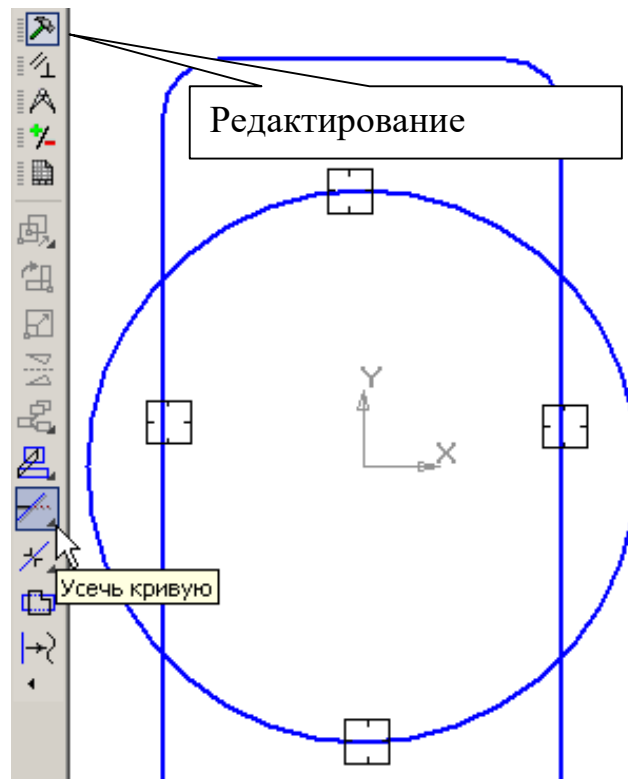

Рис. 5
3. Самостоятельно постройте окружность: основной линией без осей, с центром в начале координат, радиусом 80 мм, рис. 5.
4. Для удаления лишних линий на панели **Редактирование**  (рис. 5) сделайте активной команду **Усечь кривую** . Щелкните на лишних участках линий левой кнопкой мыши, рис. 5. Лишние линии будут удалены. Выполните центровую линию для окружности (на панели **Обозначения - Обозначение центра** ). Для облегчения фиксации положения центровых линий можно включить кнопку **Ортогональное черчение**  на панели **Текущее состояние**, или ввести значение угла наклона ( $0^\circ$ ) центральной линии на панели свойств.